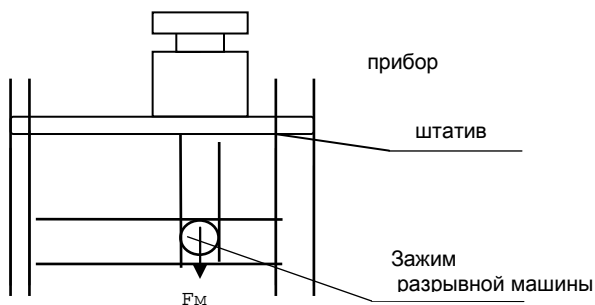

Рисунок 2- Стенд для имитации усилия отрыва
4.6.2. Определение диапазона измерения основной погрешности прибора выполняют на разрывной машине рисунок 2 следующим образом: